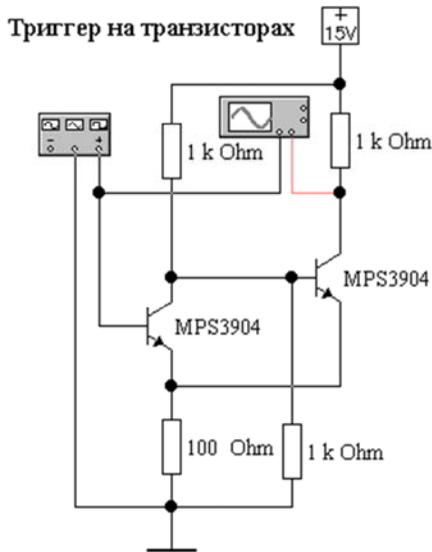

Рис. 10.2. Упрощенный триггер Шмитта на биполярных транзисторах (файл **trigs_bt1.ewb**)
4. Исследовать триггер Шмитта на БТ (файлы **trigs_bt1.ewb**, **trigs_bt2.ewb** и **trigs_bt3.ewb**, рис. 10.2–10.4). При желании можно оценить влияние параметров элементов схем на работоспособность схем. Для этого рекомендуется изменять параметр каждого элемента на порядок в сторону увеличения и в сторону уменьшения.